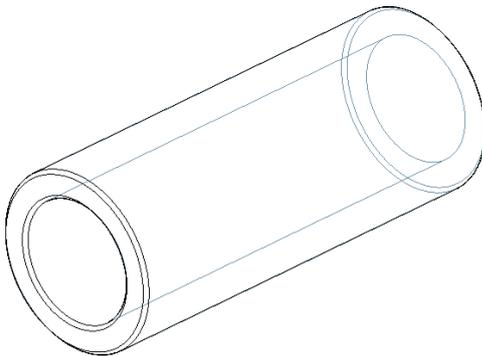

Figure 13: aide de montage pour contre-anneaux
- 7) Aides de montage, voir figures 13 et 14, avec vis hexagonale M10x20